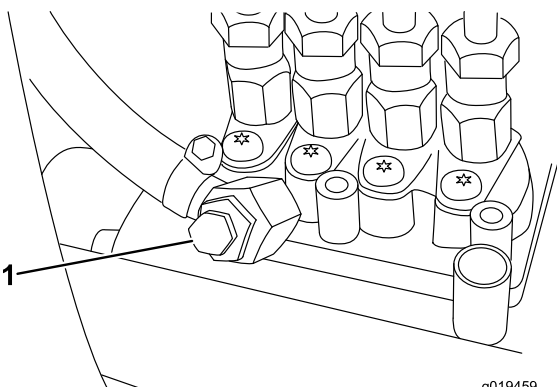

Bild 29
6. Öffnen Sie die Entlüftungsschraube an der Kraftstoffeinspritzpumpe (Bild 29).